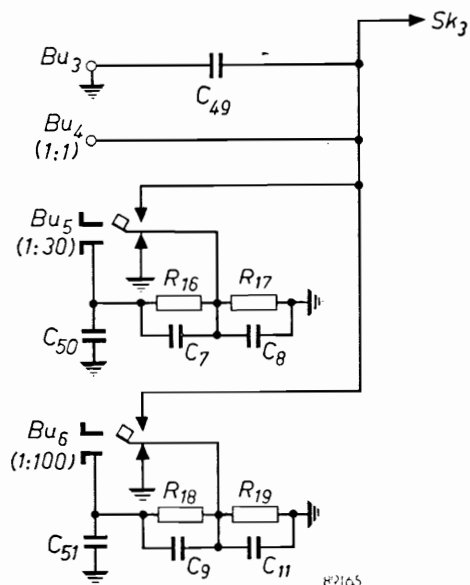

Fig. 4
a. Ingangsverzwakkers (zie fig. 4)